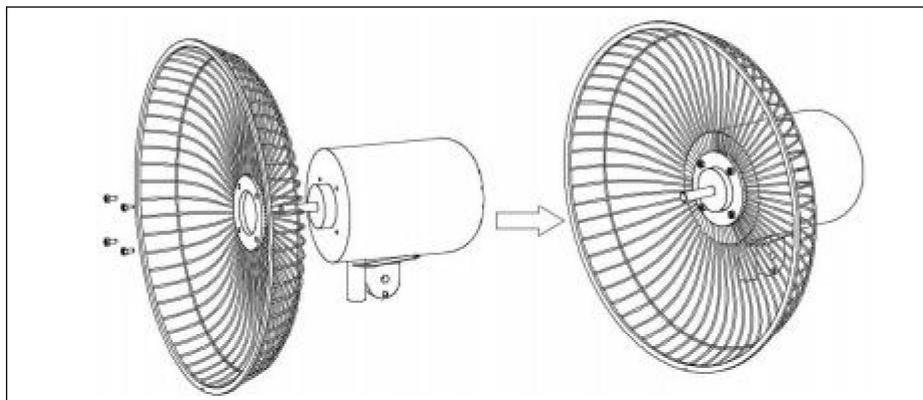

Fig. 5.
- 1). Ta bort gallerskruvarna från motorhuvudet. Fäst sedan baksidan galler (13) på motorhuvudet med den bakre gallerskruven (15) som visas i diagrammet (fig. 5.)